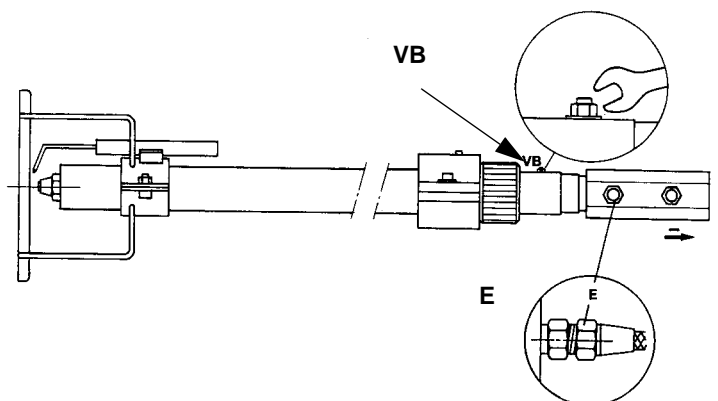

Рис. 24
- 1 Открутить соединительные детали (Е на Рис. 24) двух дизельных трубок (использовать 2 ключа во избежание расслабления крепежных соединений на блоке распределителя);